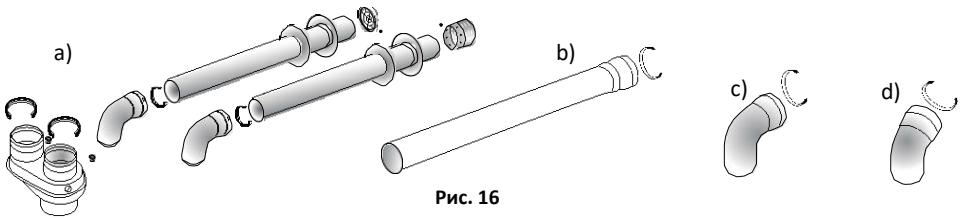

Рис. 16
Имеющиеся соединительные детали для подключения двойного дымохода (Рис. 16)
1. Комплект двойного герметичного дымохода Ø 80x80 мм (Рис. 16а)
2. Удлиняющая деталь 500 мм / 1000 мм Ø80x80 мм (Рис. 16б)
3. Колено 90°Ø 80x80 мм (Рис. 16с)
4. Колено 45°Ø 80x80 мм (Рис. 16д)